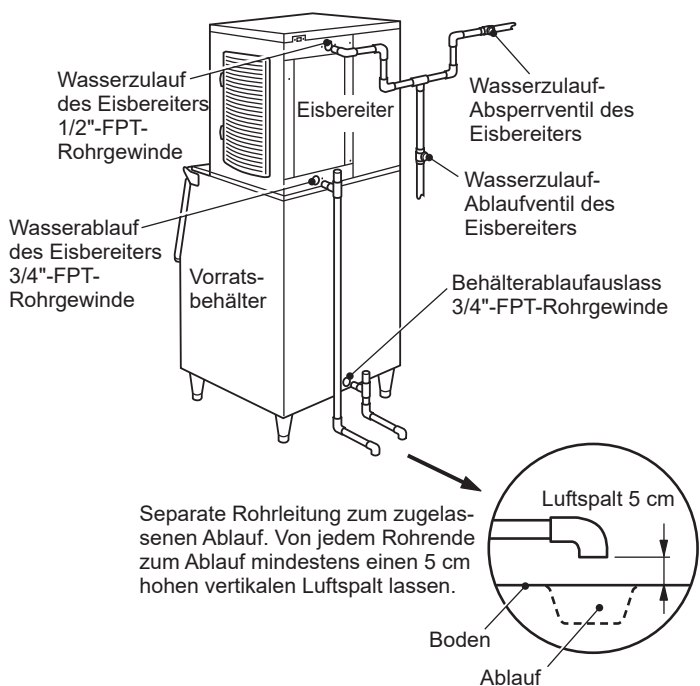

Abb. 7
- \* Für den einwandfreien Ablauf ist ein belüftetes T-Stück erforderlich. Siehe Abb. 7.
- \* Die Eisbereiter-Ablaufleitung muss separat von der Ablaufleitung des Eisvorratsbehälters/Eispenders geführt werden. Siehe Abb. 7.